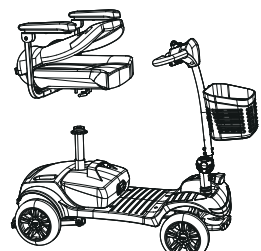

Abbildung 10
3. Greifen Sie die Sitzbasis und heben Sie den Sitz vertikal an, während Sie den Sitzhebel nach oben ziehen (siehe **Abbildung 10**).